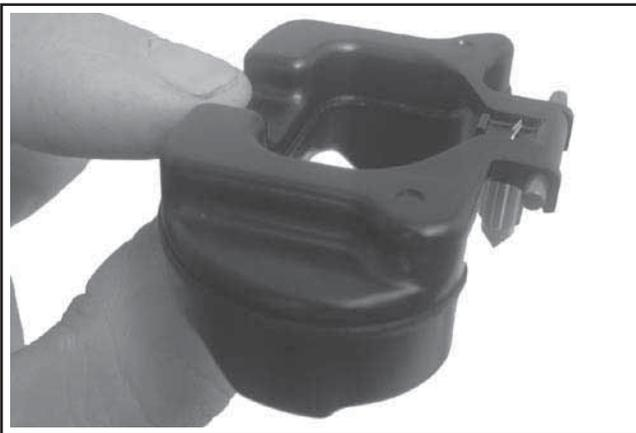

Figure 5-29. Détails du pointeau d'entrée et du flotteur.
12. Attacher le pointeau d'entrée à la queue en plastique du flotteur par la borne. La lèvre à 90° ainsi formée devrait être tournée vers le haut, avec la vanne du pointeau penchant vers le bas. Voir la Figure 5-29.